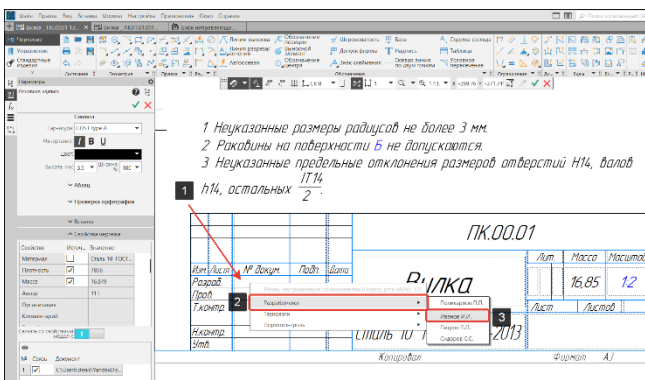

Рисунок 287 - Заполнение основной надписи
- При двойном щелчке на любой графе, в которую нужно вводить фамилию (1) (Рисунок 287), появляется Пользовательское меню. Оно включает команды **Разработчики**, **Технологи** и **Нормоконтроль** (2), каждая из которых содержит подменю — список фамилий (3). Выбранная фамилия автоматически размещается в графе основной надписи. Если фамилия длинная, произойдет автоподбор ширины букв, и текст займет только отведенное ему место.